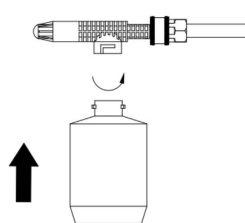

Fig.11
- Installer des bouteilles de savon sur des lance de savon, comme le montrent les figures 11 et 12.